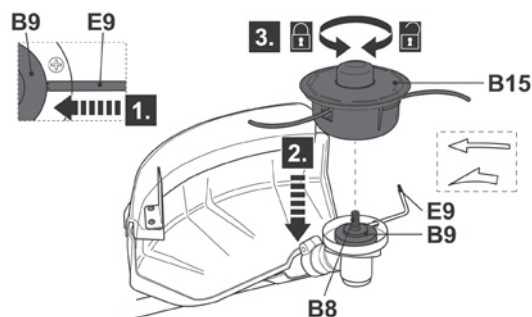

Fig. 11
- > Apriete el cabezal de corte (B15) hacia la izquierda en el eje (B8); apriételo a mano mientras sujeta el eje (B8) con la llave Torx de 5 mm (E9). Luego retire la llave Torx (Fig. 11).